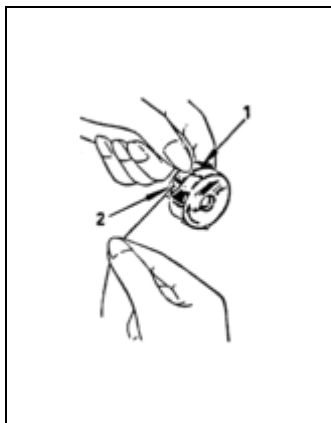
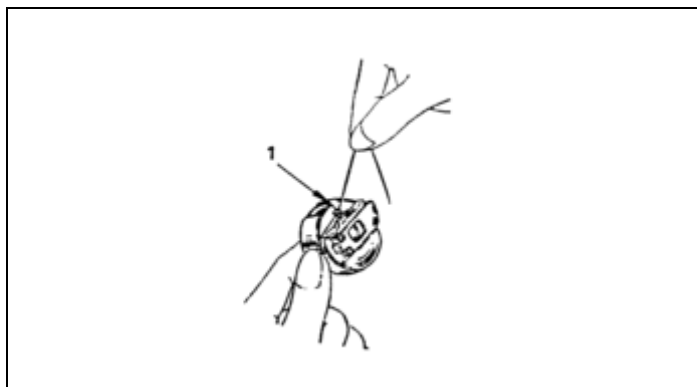

Fig. 10
Fig. 11
2. Puxe o fio da fenda 2 na extremidade da mola 1 (Fig. 10) e passe-a através da guia de fio na caixa da bobina (1), deixando cerca de 60mm de fio fora da carretilha (Fig. 11)